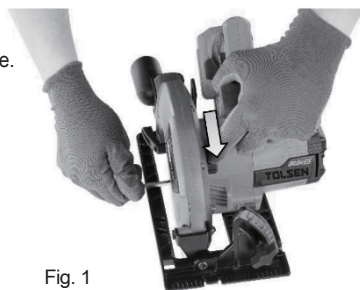

Fig. 1
3. Spingere il pulsante di blocco del mandrino verso l'alloggiamento del motore, come indicato dalla freccia nella Fig. 1, e tenerlo fermo.